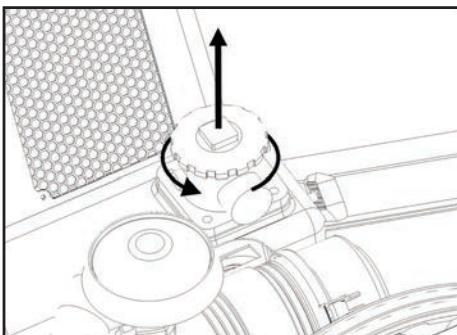

FIGURE 6
- Dévisser le couvercle du filtre sous le capot moteur (FIGURE 6) et changer le filtre.